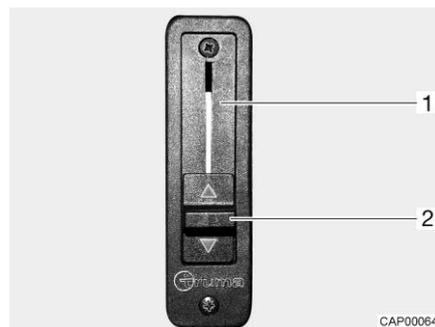

Fig. 37 Regulador de corredera para bloqueo de sección
- Empujar el regulador de corredera (Fig. 37,2) completamente hacia arriba. El bloqueo de sección (Fig. 37,1) está abierto. La calefacción del habitáculo también calienta la luna delantera.
- Empujar el regulador de corredera (Fig. 37,2) completamente hacia abajo. El bloqueo de sección está cerrado. La calefacción del habitáculo y la calefacción del vehículo básico están desacopladas.